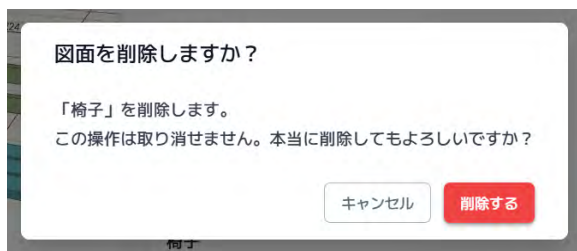

図 16-2 削除の確認ダイアログ
- ② 「削除」 ボタン 図面を削除します。削除の確認ダイアログ (図 16-2) が表示されます。